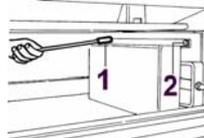

Fig.21
- Quitar la tapa delantera del grupo pisador desenroscando las tuercas como se indica en la Fig. 21